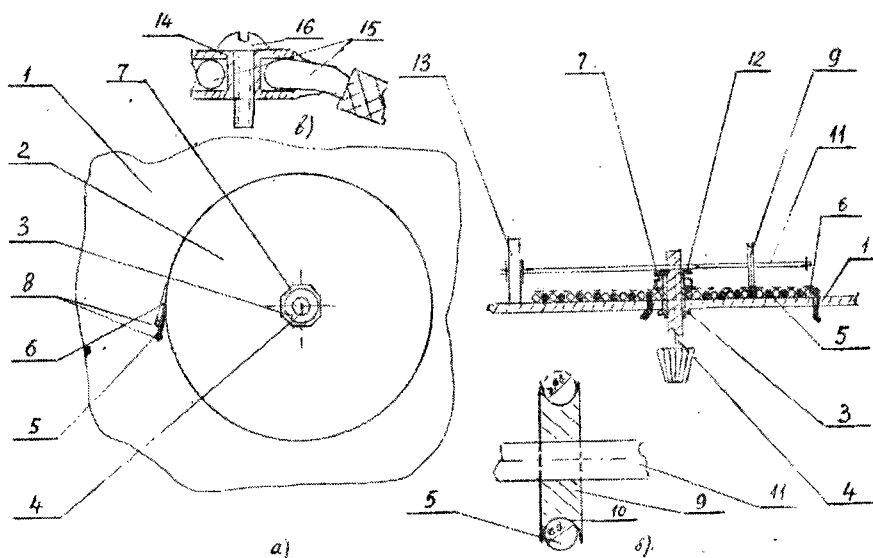

Рис. 1
который станет ручкой настройки индуктивности (рис. 1).
Перестройка индуктивности осуществляется с помощью ролика 9 с канавкой 10 катящегося, как по направляющей, канавкой 10 по проводу 5 спирали. Ролик 9 (рис. 1) вращается и одновременно перемещается по спице 11, продетой в отверстие просверленное перпендикулярно оси вала – ручки 4 (ручки прежнего потенциометра), вращающегося во втулке 3.
1. На виде сбоку (рис. 1а) условно обозначены положения технологической шайбы 2 (пунктир) и спирали лески 6 (незачерненные кружки), которые они имели при изготовлении спиральной индуктивности, и указаны спица 11, ролик 9, колесико 13, прижимная шайба 12 после полной сборки, которые, также условно, отсутствуют на виде сверху. Под разрезные шайбы, ограничивающие осевое перемещение на спице 11 ролика 9 и колесика 13, на спице 11 шлицевой пилой прорезают канавки.